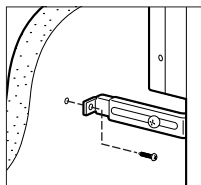

Figura 12
- Una vez que haya terminado la instalación, asegure el Calefactor a la muralla por medio de las abrazaderas que vienen con el Calefactor. Asegúrese que el Calefactor quede en forma paralela a la muralla (Ver Figura 12).